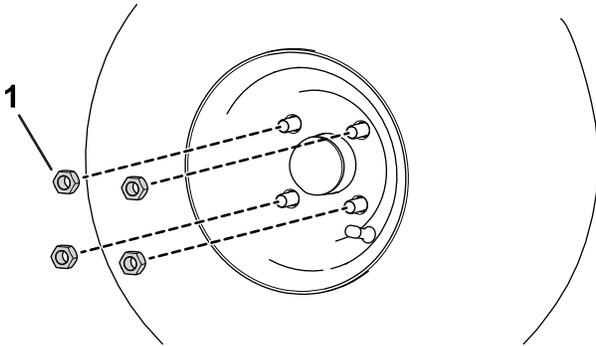

Figura 4
1. Utilizzate i dadi rimossi in precedenza per fissare la ruota al mozzo (Figura 4).